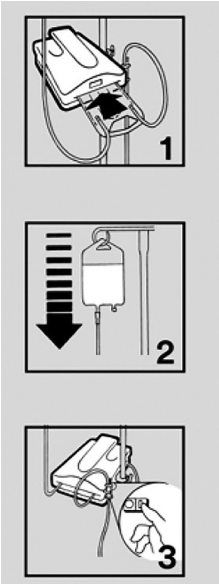

Рисунок 4.
2. Вставьте кассету для инфузионных растворов в прорезь на устройстве для подогрева. Кассету можно вставить в устройство только с одной стороны (см. рисунок 4, № 1).
3. Заполните комплект для подогрева. Дополнительную информацию о наполнении комплекта см. в инструкции, которая входит в комплект поставки комплектов для подогрева (см. рисунок 4, № 2).
4. Подключите шнур питания к подходящей электрической розетке. Включите устройство (см. рисунок 4, № 3). Через несколько секунд загорится буквенно-цифровой дисплей. Для нагревания до заданного значения температуры 41 °С требуется менее 2 минут.